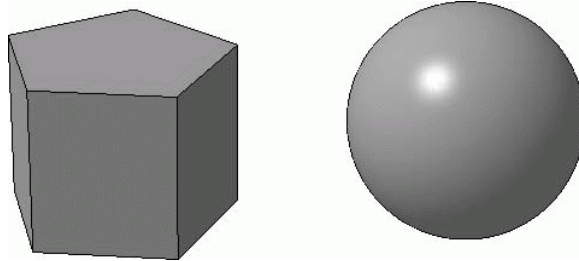

Рис. 9. Твердые тела: призма (состоит из семи граней) и шар (из одной грани).
**Твердое тело** – область трехмерного пространства, состоящая из однородного материала и ограниченная замкнутой поверхностью, которая сформирована из одной или нескольких стыкующихся граней. Любое твердое тело состоит из базовых трехмерных элементов: граней, ребер и вершин (рис. 9).